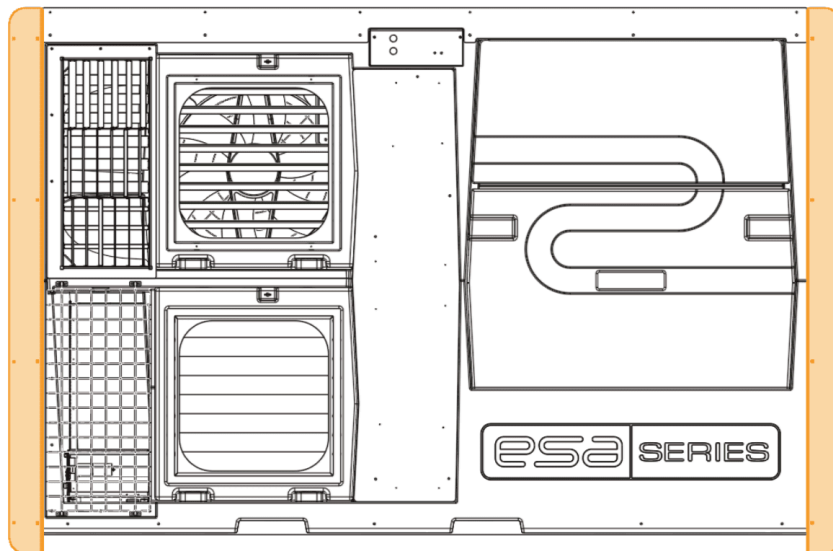

Figure 9 Alignement du contour #2 et #3
- a. En commençant par le côté gauche, aligner le contour #2 en vous assurant qu'il n'y ait pas d'espace entre le contour #1 et que les côtés courbés sont vers l'extérieur, telle la Figure 9.
- b. Vissez en place avec quatre (4) vis fournies #14 x 3/4" (item 5), en débutant par le centre, dans les plus gros trous, soit la rangée de trou de l'extérieur du contour #2. Les vis 3" seront utilisées plus tard.